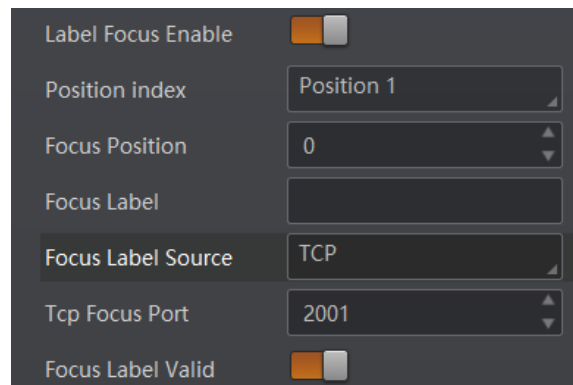

图3-16 TCP 外部触发
8. 当选择 TCP 触发方式时，需通过 Tcp Focus Port 参数设置 TCP 触发服务端口，如图 3-16 所示。